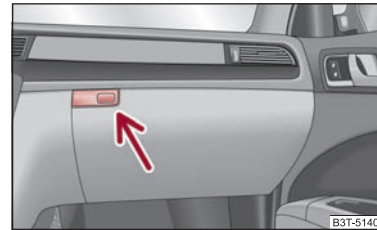

Fig. 105 Bordul: Torpedoul de pe partea pasagerului față
- Apăsați tasta ⇒ fig. 105, capacul se rabatează în jos.